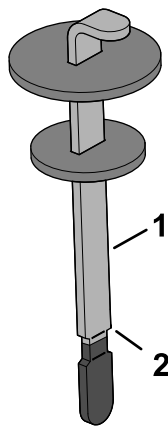

Bild 169
4. Entfernen Sie den Peilstab aus dem Füllstutzen und wischen ihn mit einem sauberen Lappen ab. Stecken Sie den Peilstab in den Einfüllstutzen und ziehen ihn dann heraus, um den Ölstand zu prüfen. Der Ölstand sollte an der Markierung am Peilstab liegen (Bild 169).